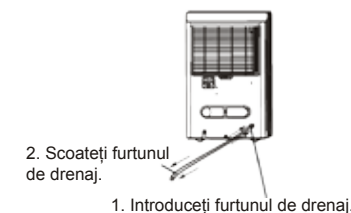

Fig. 13
- Apăsăți ieșirea furtunului de evacuare a pompei și scoateți furtunul de evacuare a pompei (vezi Fig. 13). Asigurați-vă că nu lăsați apă să picure la furtunul pompei pe podea.